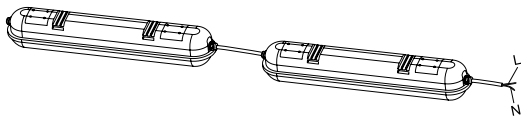

Рисунок 3
5.3 Конструкцией светильника предусмотрено шлейфовое соединение светильников в ряд (рисунок 3). Максимальное количество подключаемых светильников: ДСП 1421 – 30 штук, ДСП 1422 – 15 штук, ДСП 1423 – 12 штук.